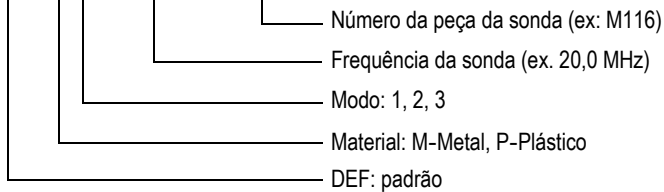

Figura 5-3 Selecionar configuração padrão para transdutor de elemento único
- c) Na tela **ELEMENTO ÚNICO PADRÃO**, na lista de configuração padrão disponível, selecione o transdutor que está em uso (veja o exemplo mostrado na Figura 5-3 na página 73).